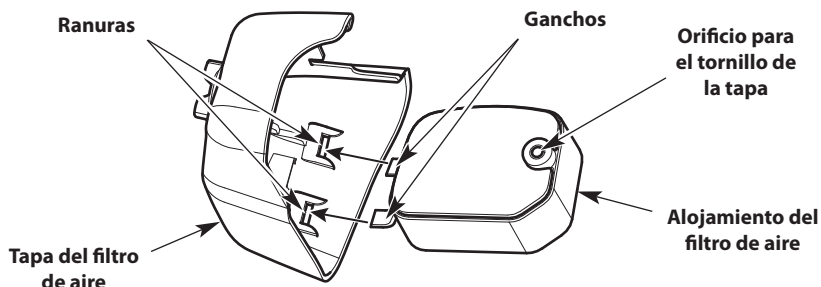

Fig. 18
7. Inserte los ganchos del alojamiento del filtro de aire dentro de las ranuras de la tapa del filtro de aire (Fig. 18).
8. Debe girar la tapa del filtro de aire hacia la derecha y alinear el tornillo de la cubierta con el orificio destinado a dicho tornillo (Fig. 18). Apriete el tornillo de la tapa para sujetar dicha tapa.